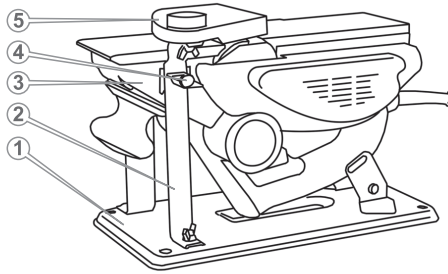

Рисунок 3. Схема встановлення виробу для використання стаціонарно за типом верстата.
5.1.6.1 Змонтувати опорну платформу (1, рис. 3) із вертикальними опорами (2, рис. 3) на верстаку та надійно зафіксувати нарізними кріпленнями через отвори (14, рис. 1).
5.1.6.2 Встановити виріб у перевернутому стані на створену основу так, щоб руків'я виробу надійно спиралося на ложемент станда та закріпити до вертикальних опор гвинтами (4, рис. 3).